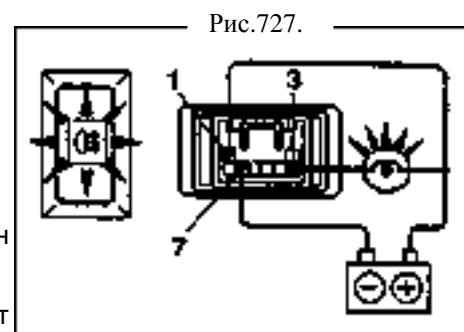

Рис.727.
10. Проверьте переключатель заднего противотуманного света панели инструментов [67010003] (рис.727).